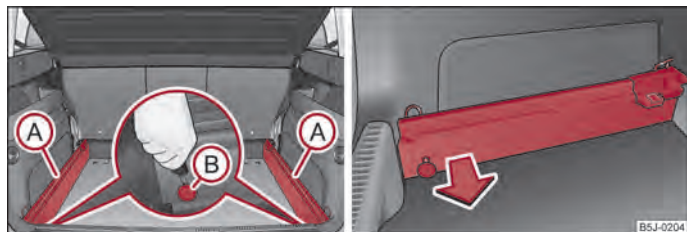

Fig. 50 Portbagajul: Eliberarea punctelor de asigurare/Scoaterea șinelor
- Slăbiți punctul de asigurare ④ al șinelor, cu cheia, respectiv cu o șurubelniță plată ⇒ fig. 50.
- Apucați șina ⑤ ⇒ fig. 50 dreapta și scoateți-o trăgând în sensul indicat de săgeată. La demontarea șinei de pe partea cealaltă a portbagajului, procedați în mod asemănător.